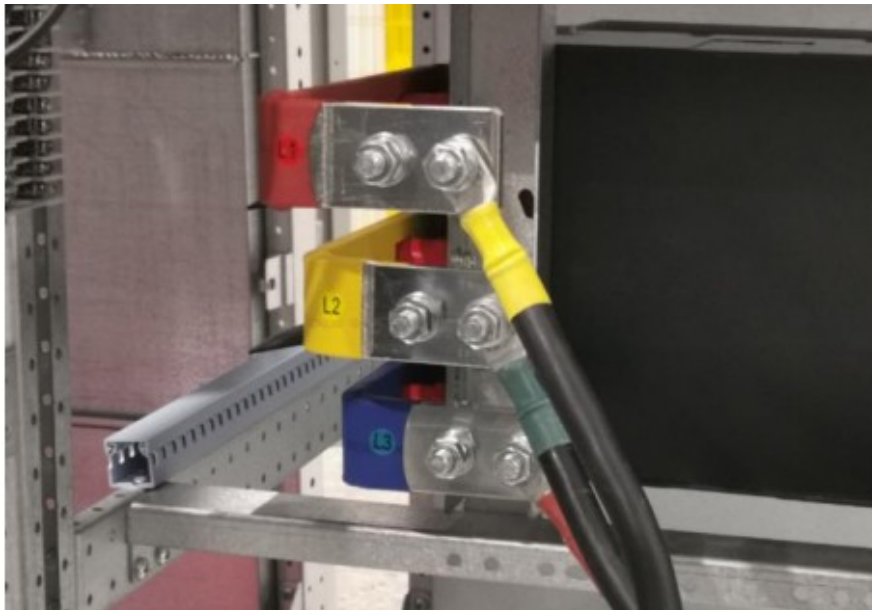

Рисунок 8-35 - Подключение силового кабеля
3. Подсоедините промаркируйте внешние кабели питания (L1/L2/L3 используется взаимно однозначное соответствие желтого/зеленого/красного), как показано на *Рисунок 8-35*.